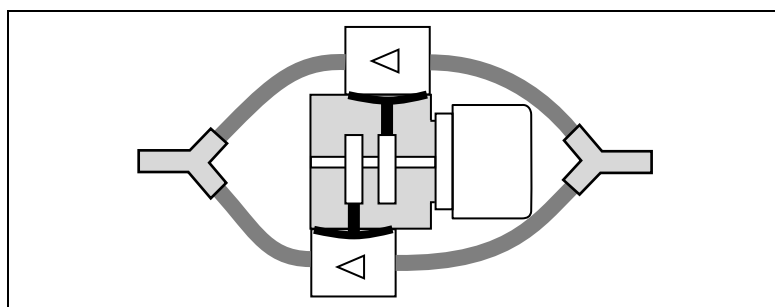

Fig. 9: Verschlauchung NFB für geringe Pulsatio
- ➔ Pumpenköpfe parallel verschlauchen (siehe Fig. 9)